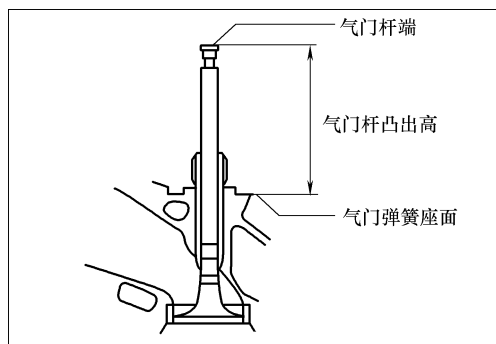

图 2-81 测量气门杆端部与气门弹簧座面之间气门杆凸出高度
5) 气门座。组装气门如图 2-81 所示,测量气门杆端部与气门弹簧座面之间气门杆凸出高度。若测量值超过规定限值,应更换气门座。